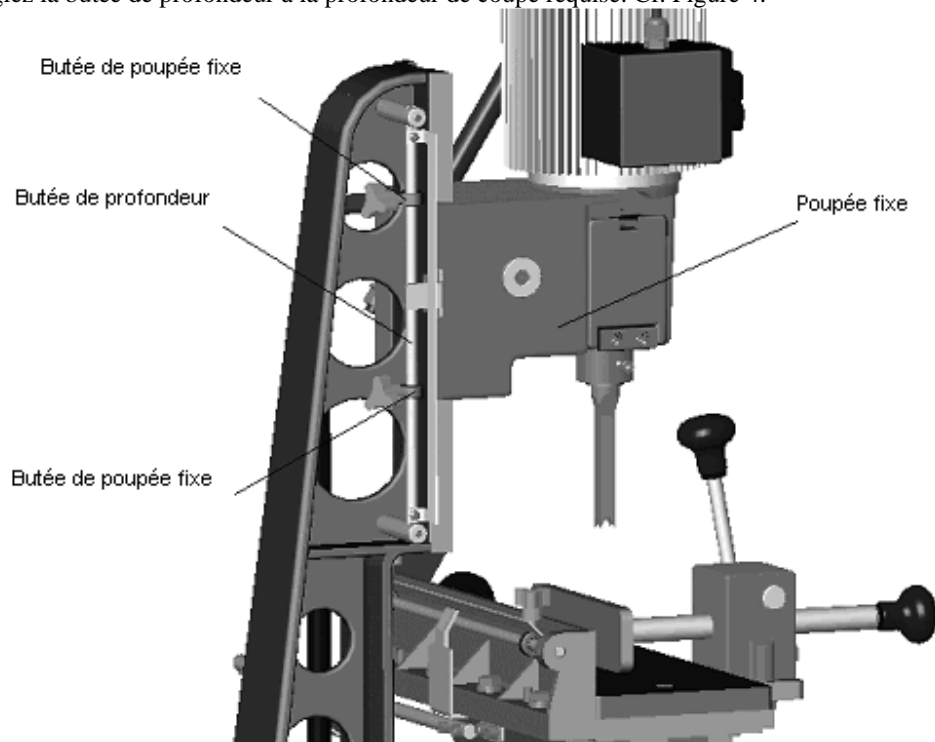

FIGURE 4
1. Réglez la butée de profondeur à la profondeur de coupe requise. Cf. Figure 4.